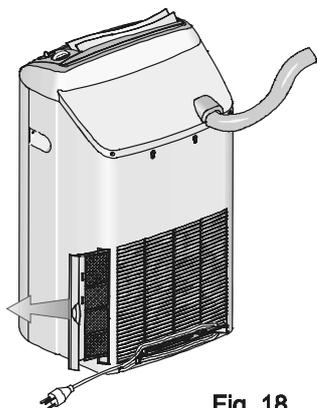

Fig. 18
- Estrazione e pulizia del filtro principale (Vedi Figure 18, 19, 21, 22)